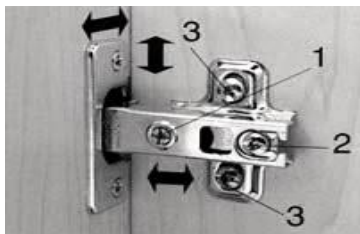

Рис.1
2. Навесьте и отрегулируйте двери-рис.1.